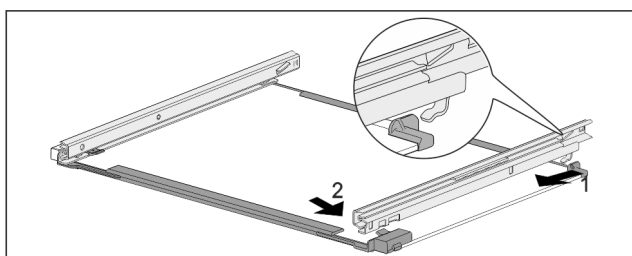

Fig. 78 Skleněná deska s kolejničkami
- ▶ Zahákněte kolejničku vzadu. Fig. 78 (1)
- ▶ Zaklapněte kolejničku vpředu. Fig. 78 (2)